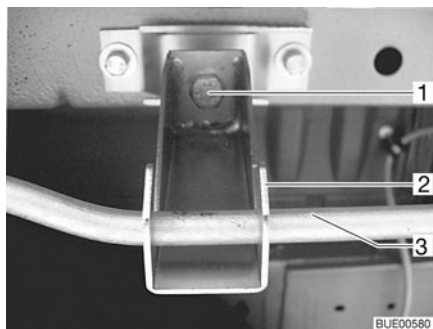

Fig. 243 Etrier de secours sous le véhicule
- Desserrer les écrous (Fig. 243,1) des crochets arrière droit et gauche (Fig. 243,2) de l'étrier de roue de secours avec un vilebrequin démonte-roues ainsi que le crochet de rallonge.
- Appuyer légèrement l'étrier (Fig. 243,3) vers le haut, appuyer le crochet vers l'arrière ou vers l'avant et décrocher l'étrier.